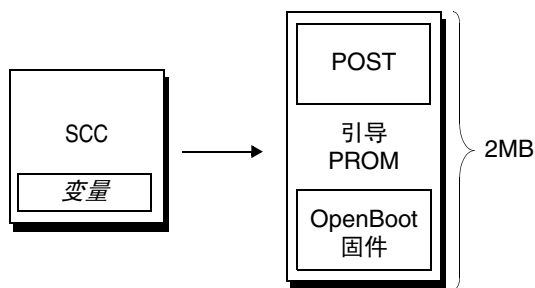

图 2-1 引导 PROM 和 SCC
*OpenBoot* 固件首先检查是否运行 *加电自检* (POST) 诊断程序和其他测试。POST 诊断程序是一个单独的代码块，存储在引导 PROM 的不同区域中（请参阅图 2-1）。